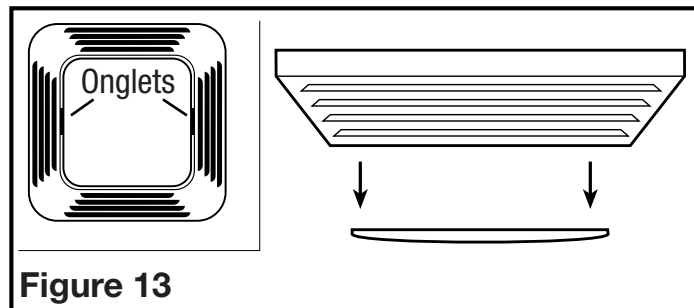

Figure 13
- Remplacement de l'ampoule :** débrancher l'alimentation de l'unité. Enlever la lentille de la lumière en pressant sur les onglets et en la tirant vers le bas (Figure 13). Enlever l'ampoule et vous référer aux instructions de la **Section 6 - Complétion de l'installation** pour compléter le remplacement de l'ampoule et l'installation de lentille de la lumière.